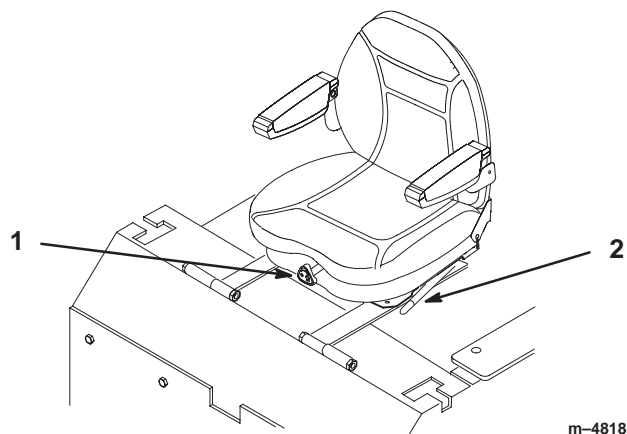

Figure 13
1. Poussez le levier de réglage sur le côté pour débloquer le siège (Fig. 13).
1. Pour ce faire, tournez le bouton avant dans un sens ou dans l'autre pour obtenir la position la plus confortable (Fig. 13).